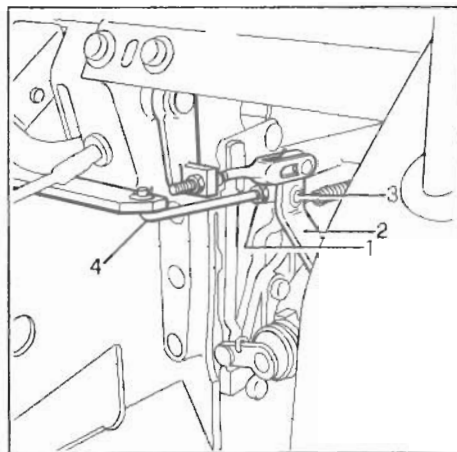

Fig. 19 - Bild 19
Se i freni slittano o la corsa a vuoto del pedale diviene eccessiva (superiore a 20 mm) regolare i tiranti di comando destro e sinistro (4) nel modo seguente (vedere la fig. 19):
1. Allentare il controdamo (1) in prossimità della leva di comando apertura ceppi (2).
2. Avvitare il dado di regolazione (3) fino ad ottenere una corsa a vuoto del pedale inferiore a 20 mm.
3. Serrare nuovamente il controdamo (1).
If brakes tend to slip or the pedal idle travel is found excessive (exceeding 20 mm) adjust the right h and left h control rods (4) as outlined (see fig. 19).
1. *Unloose jam nut (1) close to shoe opening lever (2).*
2. *Tighten set nut (3) until the pedal idle stroke obtained does not exceed 20 mm.*
3. *Secure jam nut (1) again.*
En cas de patinage ou si la course à vide de la pédale s'avère excessive (supérieure à 20 mm), procéder au réglage des tringles droite et gauche (4) comme indiqué (voir fig. 19):
1. Desserrer le contre-écrou (1) à proximité du levier d'ouverture des sabots (2).
2. Serrer l'écrou (3) jusqu'à ce qu'une course libre de la pédale au-dessus de 20 mm ne soit obtenue.
3. Ré-serrer le contre-écrou (1).
Sollten die Bremsen rutschen oder der freie Pedalweg zu lang werden (über 20 mm), die Steuergestänge Links und rechts (4) wie folgt einstellen (siehe Bild 19).
1. *Die Gegenmutter (1) nahe dem Steuerhebel zum Öffnen der Bremsbacken (2) lösen.*
2. *Die Einstellmutter (3) bis zur Erreichung eines freien Pedalweges niedriger als 20 mm anschrauben.*
3. *Die Gegenmutter (1) wieder anziehen.*